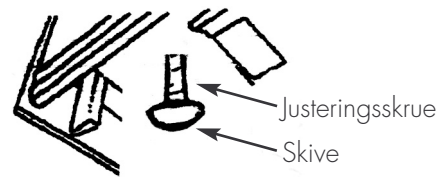

Fig. 1 Montering av bena
3. Justeringsskruene for oppvatring av produktet justeres fra rommet til askeskuffen. De 4 støpte skivene legges under justeringsskruen slik at produktet blir stabilt. Se fig. 1.